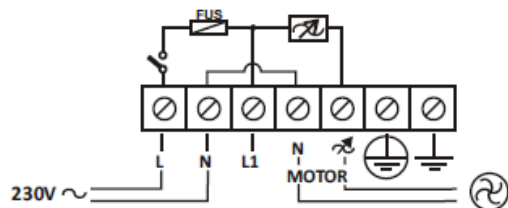

Fig. 2.
3. Connect the earth, the fan and line (230 V) according the diagram (Fig. 2).
3. Verbind de aarddraad, de ventilator en voeding (230 V) volgens het diagram (Fig. 2).